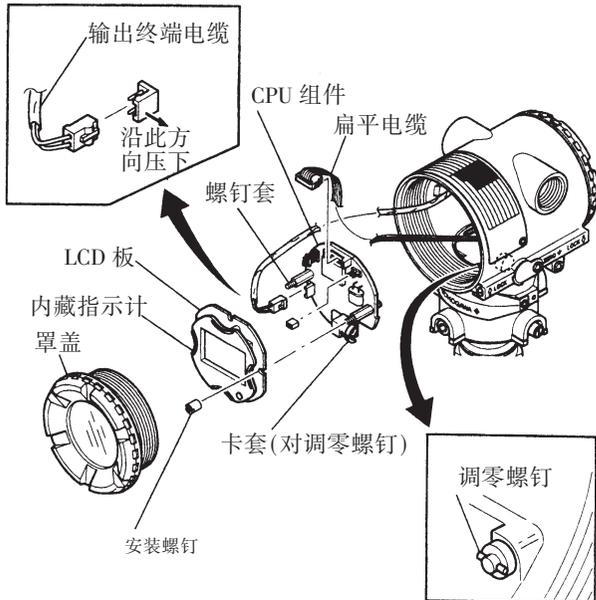

图 9.4.1 LCD 板与 CPU 组件的拆卸与安装
本节讲解内藏指示计替换方法, (见图 9.4.1)
■本节介绍 CPU 组件替换步骤(见图 9.4.1)替换时请采取防静电措施。
- ①旋出罩盖。
- ②调节调零螺钉, 直至螺钉头的槽孔位于垂直位置, 如图 9.4.1 所示
- ③拔出输出终端电缆(尾端接棕色端子)。操作时, 轻轻按住 CPU 组件上的插座, 拔出电缆, 使其脱离。
- ④用套筒螺丝刀(对边长 5.5mm)松开两颗螺钉套。
- ⑤沿直线取出 CPU 组件。
- ⑥拨下连接 CPU 组件与膜盒的扁平电缆,(尾端接黑色端子)。